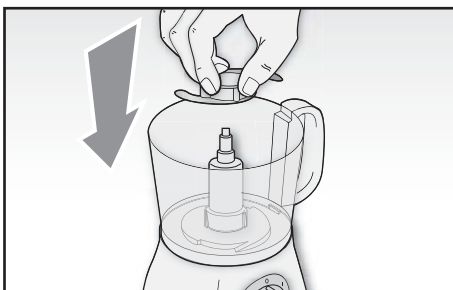

Abb. 5
Das Plastikmesser (F) montieren. Dabei achten, dass die inneren Schlitzte am Messerfuß mit den auf dem Halter vorhandenen Strichen stimmen und dann das Messer nach unten drücken (Abb. 5).